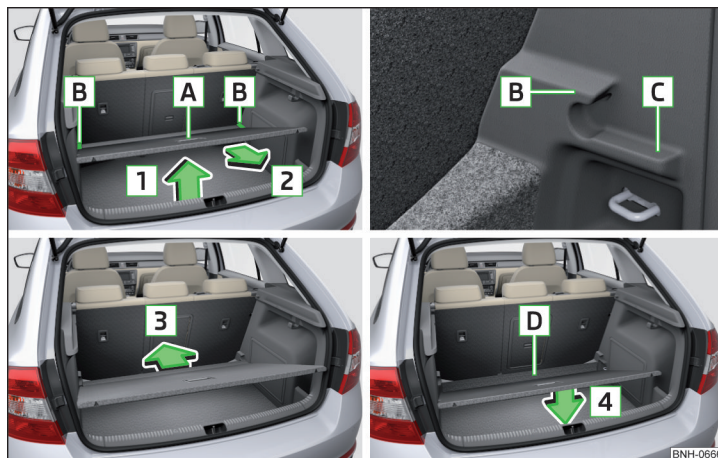

Fig. 112 Reglarea podelei variabile în poziția superioară/inferioară
- ▶ Ridicați podeaua variabilă de mânerul [A] în sensul săgeții [1] și împingeți-o parțial în sensul săgeții [2] » fig. 112.